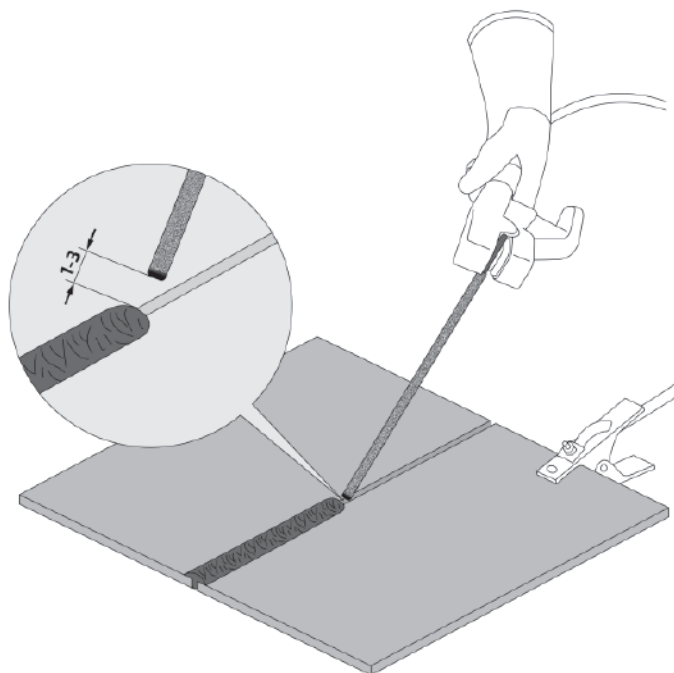

Рис. 7.1.1. Перед началом работы.
8. Начинайте сварочный процесс (см. рис. 7.1.1).
Перед началом работы не забудьте проверить следующее (см. рис. 7.1.1):